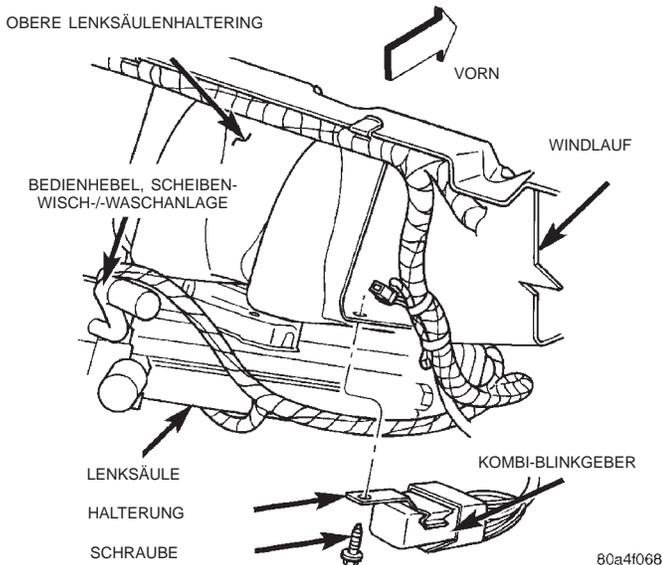

Abb. 4 Kombi-Blinkgeber aus- und einbauen
(3) Durch die Innenseite der Lenksäulenöffnung an der Instrumententafel hindurch die Schraube lösen, mit der die Halterung des Kombi-Blinkgebers rechts neben der Lenksäule an der oberen Lenksäulenhalterung befestigt ist (Abb. 4).